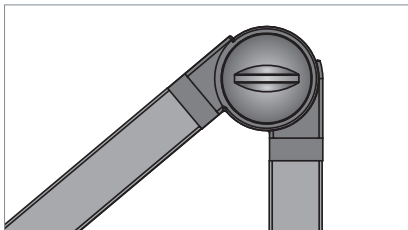

Fig. 3: Gelenk und Gelenkschraube.
- ▶ Ziehen Sie jede Gelenkschraube an, bis die Leuchte in der gewünschten Einstellung verharrt, siehe Fig. 3.